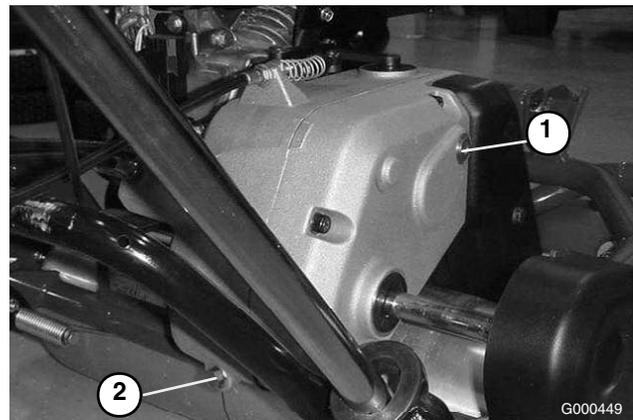

Figura 28
2. Retire a válvula de drenagem da parte posterior da transmissão (Figura 28).
3. Empurre o manípulo para baixo e incline a traseira da máquina. Retire a válvula de verificação/enchimento do lado direito da transmissão (Figura 28).